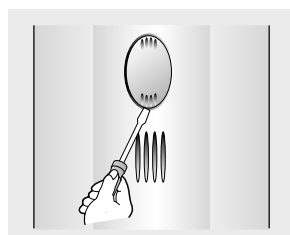

Figura 42
- Accione la lengüeta inferior de la pantalla con un pequeño destornillador plano. (Figura 42)